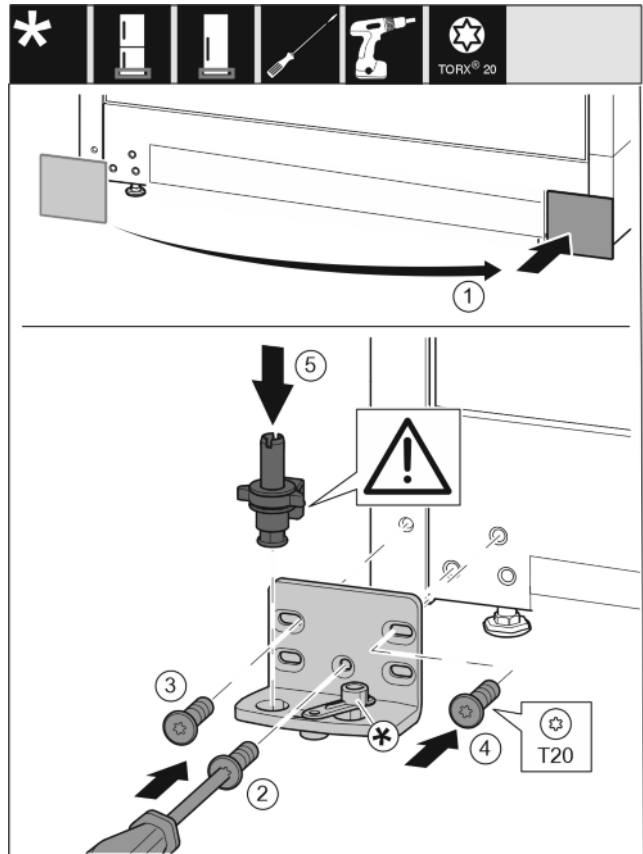

Fig. 15
- ▶ Skinite pokrov i postavite ga na drugoj strani. Fig. 15 (1)
- ▶ Postavite podložak ležaja na drugoj strani i zavijte pomoću odvijača T20. Započnite s vijkom 2 dolje u sredini. Fig. 15 (2)
- ▶ Pritegnite vijak 3 i 4. Fig. 15 (3,4)
- ▶ Kompletno umetnite podložak ležaja. Pri tome pazite da je ispuščenje za blokiranje okrenuto prema otraga. Fig. 15 (5)